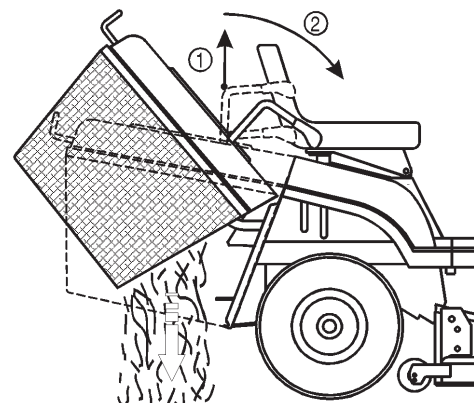

Bild 16
2. Ziehen Sie den teleskopischen Kipparm heraus und schieben Sie ihn nach vorne und unten, um den Graskollektor zu entleeren (Bild 16).